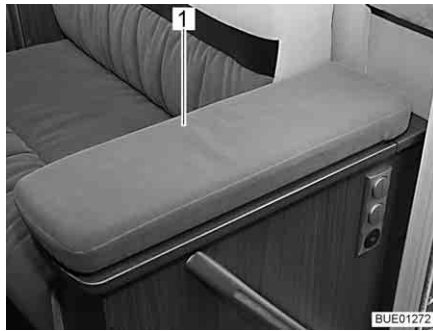
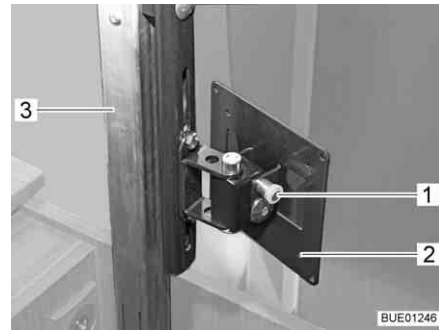

Fig. 69 Compartimento de TV
Fig. 70 Mecanismo de elevación
- Presionar ligeramente hacia abajo la parte central de la tapa (Fig. 69,1) del compartimento de TV. La columna de expulsión (Fig. 70,3) se desbloquea y sube.
- Tirar del botón de desbloqueo (Fig. 70,1) y girar el soporte (Fig. 70,2) con la pantalla plana a la posición deseada.
- Girar la pantalla plana de regreso a la posición inicial hasta que el soporte (Fig. 70,2) engatille en el bloqueo.
- Presionar hacia abajo la parte central de la tapa (Fig. 69,1) contra la resistencia de la columna de expulsión (Fig. 70,3) hasta que engatille el bloqueo.